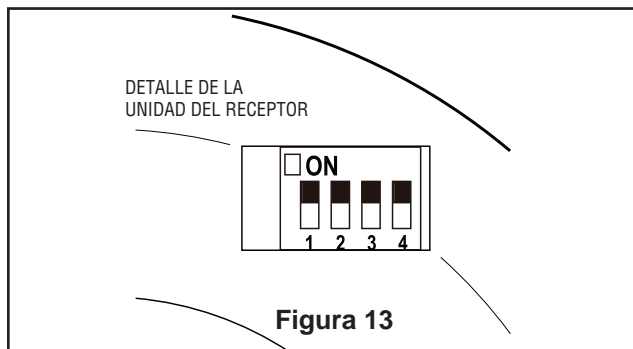

Figura 13
2. Para configurar el código de unidad del receptor. Deslice los interruptores de código a las mismas posiciones que en el transmisor (Figura 13).